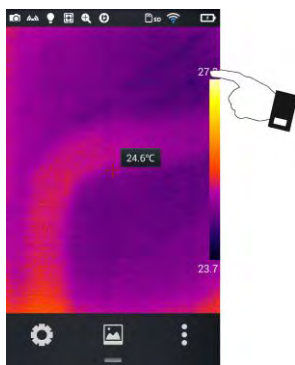
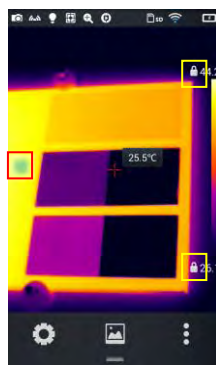

Рисунок 1
Рисунок 2
1. Войдите в режим изображения в реальном времени и нажмите на значение максимальной или минимальной температуры на панели цвета справа экрана (смотри Рис. 1 ниже) – это вызовет появление символа блокировки рядом с величиной температуры и круглой виртуальной кнопки на экране (смотри Рис. 2 ниже). Затем будет применен режим ручной регулировки контрастности.